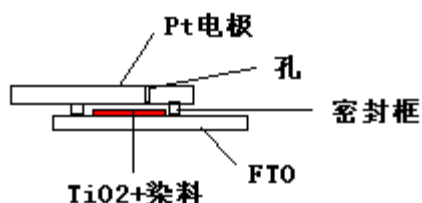

图 9 双电极封装截面图
2) 将 Pt 对电极放在密封框的上面，对电极的导电面朝里，对电极上的孔要紧挨在密封圈槽的边缘。Pt 对电极位置与 TiO₂ 薄膜电极位置交叉错位。见图 9。